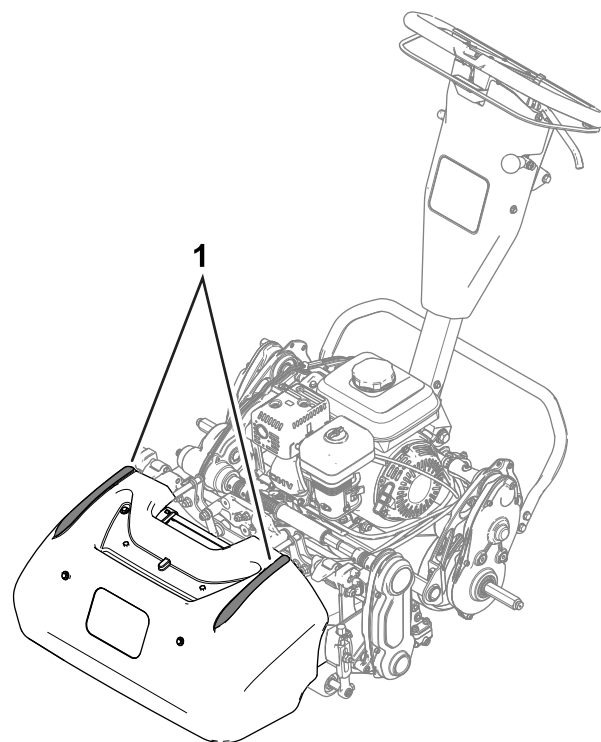

図 20
- ・ 真っ直ぐに刈るコツの一つは、集草バスケットについている線 **図 20** を目安にして、となりの刈り跡と平行に、常に一定の距離をおいて歩くことです。